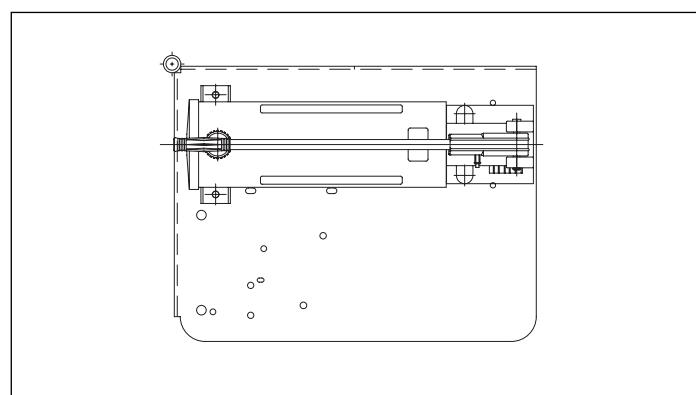

Figura 4, Bomba Manual P-392
- Monte a **bomba manual** com quatro parafusos no suporte, usando as peças fornecidas. Use os apoios fornecidos para segurar a cabeça da bomba. Consulte figura 4.